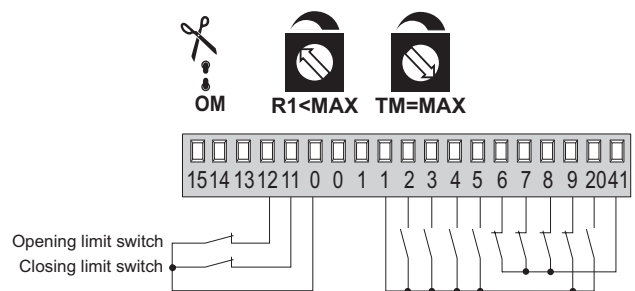

Fig. 6.3
- (Abb. 6.3) Der Flügel kommt an den Endschaltern zum Stillstand und kehrt an den Hindernissen um.